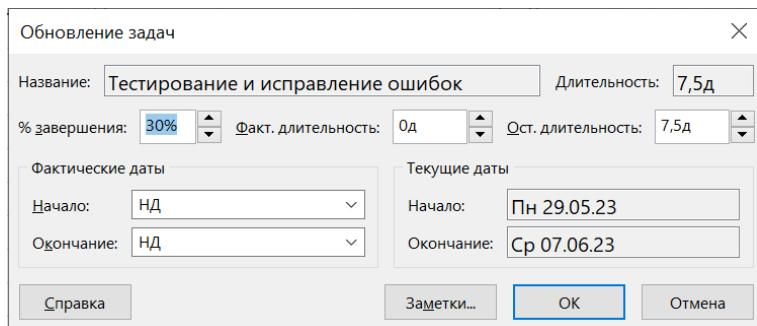

Рисунок 22 – Учет фактических параметров 3
- тестирование и исправление ошибок выполнено на 30% (рисунок 22);